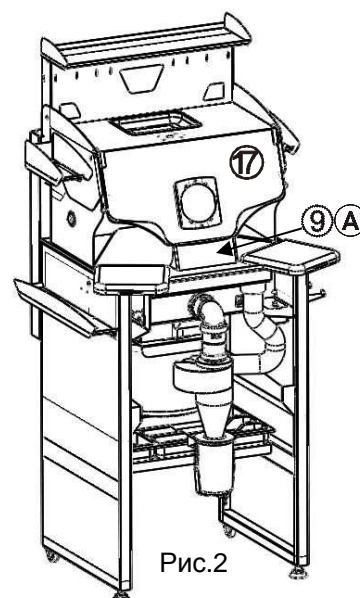

Рис.2
**СЗТ 1.1 ДРИМ ЭКО** (рис.2) — **СЗТ 1.1 ДРИМ**, дополненный Боксом-пылесборником закрытым (экологическим) **Б 5.0У МАСТЕР АРТ**.